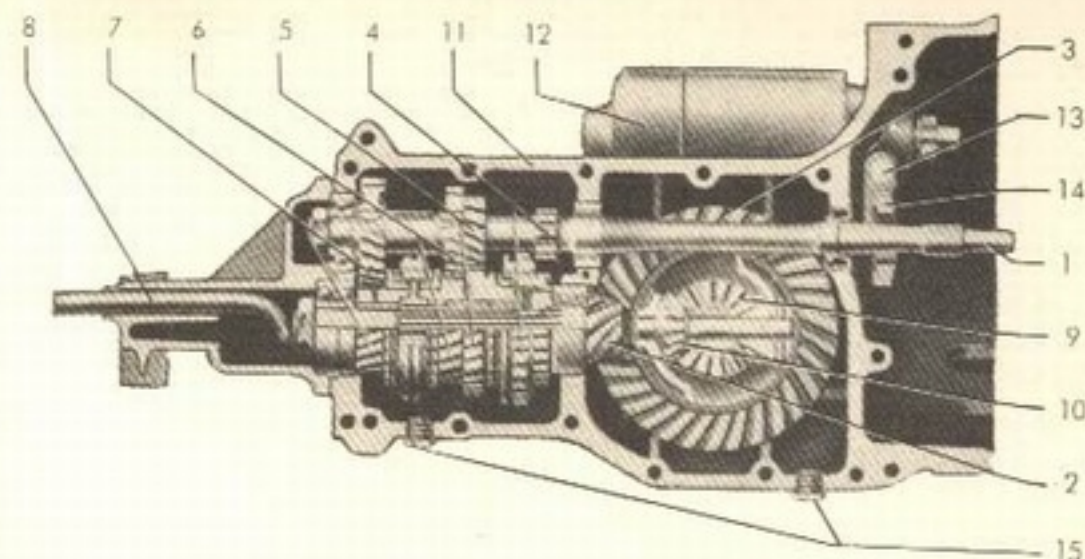
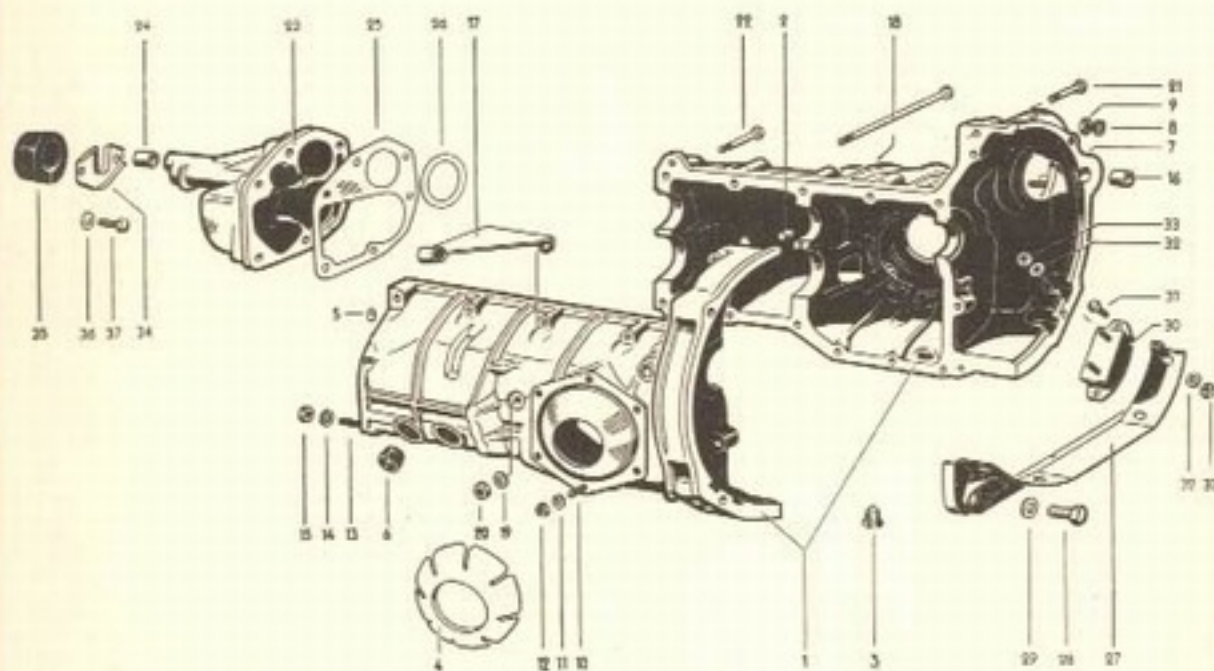

Fig. 1-J — Corte longitudinal da caixa de mudanças e diferencial
Fig. 6-J — Carcaça e peças externas da caixa de mudanças parcialmente sincronizada.
A caixa em si se compõe da árvore primária, com suas engrenagens, e a árvore secundária com engrenagens e sincronizadores, ambas apoiadas em rolamentos como se vê na fig. 1-J. As figs. 6 e 7-J mostram essas peças desmontadas. O pinhão do diferencial faz parte integrante da árvore secundária.
As semi-árvores são protegidas por dois tubos ("trombetas") e possuem ainda duas sanfonas de borracha para evitar o vazamento de óleo (4, fig. 1-M, pág. 178). Na extremidade da roda, a semi-árvore se apoia em um rolamento nos sedans e 2 nos utilitários, encerrados em uma pequena carcaça e bem protegidos contra o pó por vedadores e centralizados por buchas de metal macio.
A fig. 1-M (pág. 178) mostra essas peças destacadas.
— A fig. 1-M mostra a seqüência das peças que devem ser retiradas: o retentor do rolamento (28), presa pelos parafusos (31) e o vedador (29). (V. pág. 178)
— Se o objetivo é a retirada do rolamento, então retira-se também o prato do freio e pode-se então retirar o espaçador externo (27), as juntas e arruelas (24, 25 e 26), nos sedans. (Fig. 1-M, pág. 178).